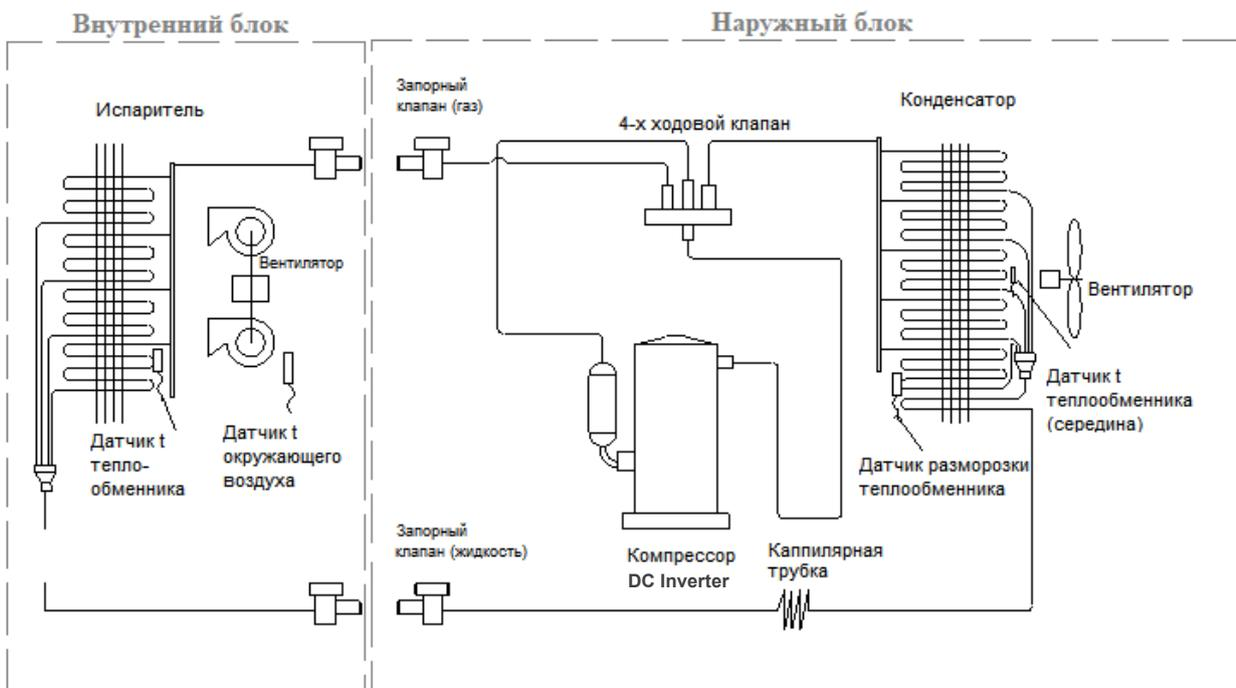

Рис.1.3
- В режиме охлаждения компрессор нагнетает газообразный фреон в теплообменник наружного блока (см.рис.1.3), при высоком давлении и высокой температуре фреон отдает тепло в окружающую среду и, в следствии чего, конденсируется.